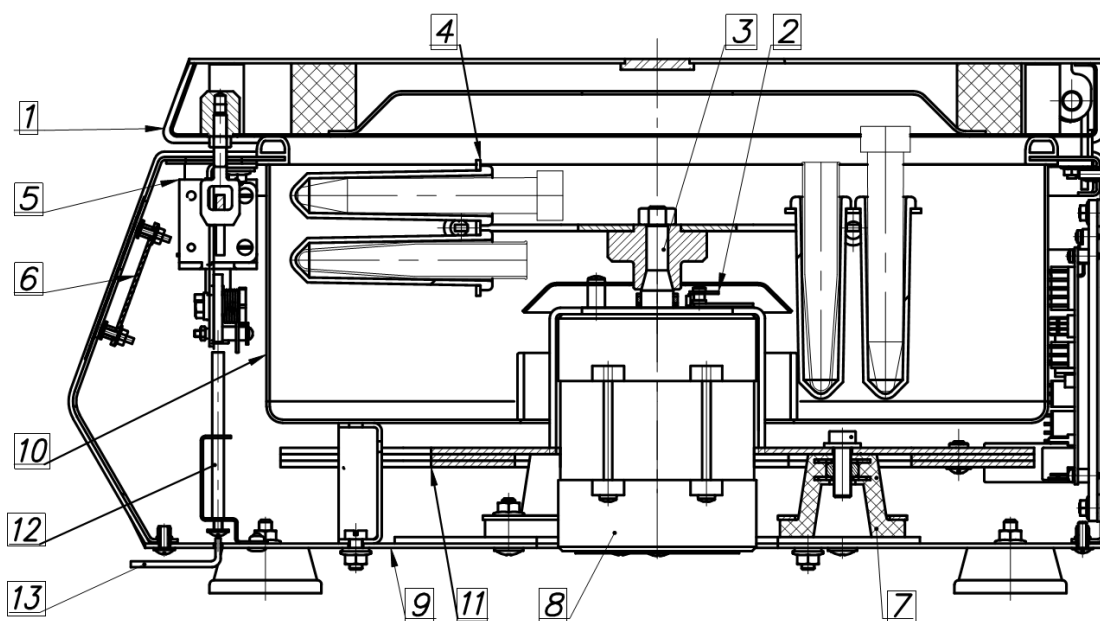
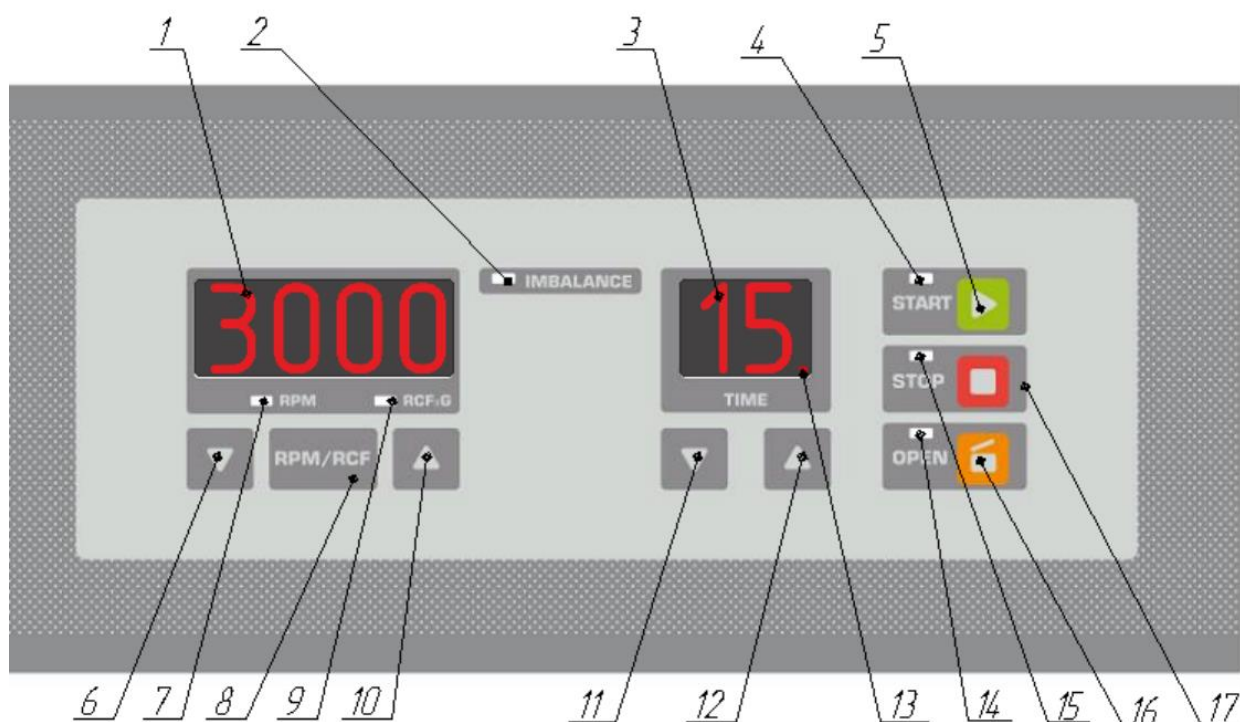

Рис.4 Устройство центрифуг Liston C 2201, Liston C 2202, Liston C 2203 (изображение устройства условное, без учета различий центрифуг)
Рис.5 Панель управления центрифугами Liston C 2201, Liston C 2202, Liston C 2203
- Откройте центрифугу при помощи г-образного ключа, поставляемого в комплекте, нажав им, через отверстие в днище центрифуги (Рис.4 поз.13), на толкатель (Рис.4 поз.12 – для центрифуг Liston C 2201, Liston C 2202), либо через 2 отверстия, расположенных с боков центрифуги чуть ниже крышки (для Liston C 2203) , либо открыв ручной замок (для Liston C 2204 Classic) и извлеките комплект поставки (адаптеры, документацию и т.д.)
- Включите центрифугу переключив сетевой выключатель, расположенный сзади справа в положение ON (I). при этом загорятся цифровые индикаторы поз.1 и поз.3 и индикатор режима «STOP» поз. 15. (Рис. 5)
- Для открытия крышки нажмите кнопку «OPEN» (поз. 16, рис.5). Загорится соответствующий индикатор (поз. 14 рис.5). **При экстренной необходимости или при отсутствии напряжения в сети – откройте центрифугу согласно порядку действий описанному в п.3.1 настоящего**
- Для установки скорости вращения выберите единицы измерения скорости (селектор RPM/RCF – поз. 8 рис.5). Выбранный режим отобразится на соответствующем индикаторе поз. 7 (Рис.5) – RPM (обороты в минуту) или поз. 9 – RCF (единицы относительного центробежного ускорения).
Установите требуемую скорость вращения используя кнопку Поз.6 (рис.5) и кнопку Поз.10 (рис.5) для уменьшения и увеличения значения соответственно. Если зажать кнопки регулировки скорости более чем на 3 сек. изменения ускорятся.
- Для установки времени центрифугирования используйте кнопку Поз.11 (рис.5) и кнопку Поз.12 (рис.5) для уменьшения и увеличения значения соответственно. Если зажать кнопки регулировки скорости более чем на 3 сек. изменения ускорятся.
- Чтобы закрыть крышку центрифуги нажмите на нее над «язычком(ами)» электрозамка с небольшим усилием до «щелчка». Когда центрифуга закроется соответствующий индикатор OPEN (поз.14 рис. 5) потухнет.
- Для запуска вращения нажмите кнопку «START» (поз.5 рис.4). В момент старта потухнет индикатор «STOP» (поз. 15 рис.5) и загорится индикатор «START» (поз. 4 рис.5). Ротор начнет плавный разгон до установленной скорости. Текущая скорость вращения будет отображаться на индикаторе
скорости (поз.1 рис.5), а оставшееся время вращения на индикаторе времени поз.3 (рис.5). Обратите внимание, что кратковременные скачки скорости (+/- 200 об/мин) после набора центрифугой заданной скорости – это нормальная ситуация, связанная особенностями поддержания установленной скорости вращения.
- Когда установленное время центрифугирования истечет, ротор начнет плавное торможение до полной остановки. Во время торможения индикатор «STOP» (поз.15 рис.5) будет мигать. После полной остановки ротора прозвучит трехкратный звуковой сигнал, крышка автоматически откроется, индикатор «STOP» (поз.15 рис.5) загорится в постоянном режиме, а индикаторы скорости и времени отобразят предыдущий установленный режим центрифугирования.
- Центрифуги Liston C 2201, Liston C 2202 and Liston C 2203 могут работать в режиме прямого (а не обратного) отсчета времени. Для работы в данном режиме установите время центрифугирования на 0 и нажмите кнопку «START» (поз. 4 рис.5). Процесс центрифугирования будет продолжаться до 100 мин. или до нажатия кнопки «STOP» (поз.15 рис.5). При работе в режиме прямого отсчета времени будет гореть индикатор в виде точки (поз. 13 рис.5)
- В случае срабатывания аварийной остановки центрифуги при превышении вибраций ротора допустимых пределов (дисбаланс ротора) загорится индикатор «IMBALANCE» (поз.2 рис.5), индикатор «STOP» (поз.15 рис.5) начнет мигать и прозвучит трехкратный звуковой сигнал, после этого индикатор «STOP» (поз.15 рис.5) начнет гореть в постоянном режиме и центрифуга экстренно остановится. После аварийной остановки центрифуги – крышка НЕ откроется автоматически. Для открытия крышки нажмите кнопку «OPEN» (поз.16 рис.5). Прежде чем запускать центрифугу снова, убедитесь, что ротор установлен загружен согласно п.3.3 настоящего руководства.